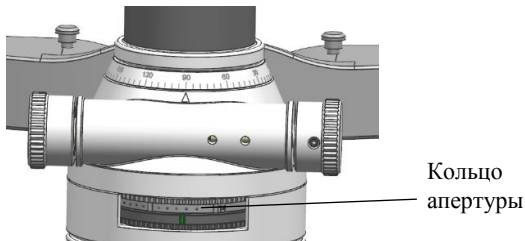

Рис. 16.9
1. Изменение размера диафрагмы и высоты щели: вращая кольцо диафрагмы, вы можете получить 4 круглых отверстий разных диаметров и одну непрерывно меняющуюся диафрагму; диаметр круглых диафрагм составляет 14, 8, 3,5, 0,5 мм, а непрерывно меняющаяся диафрагма может непрерывно изменять размер щели от 1 до 14 мм. Установленные параметры отображаются на кольце диафрагмы (см. рис. 16.9).